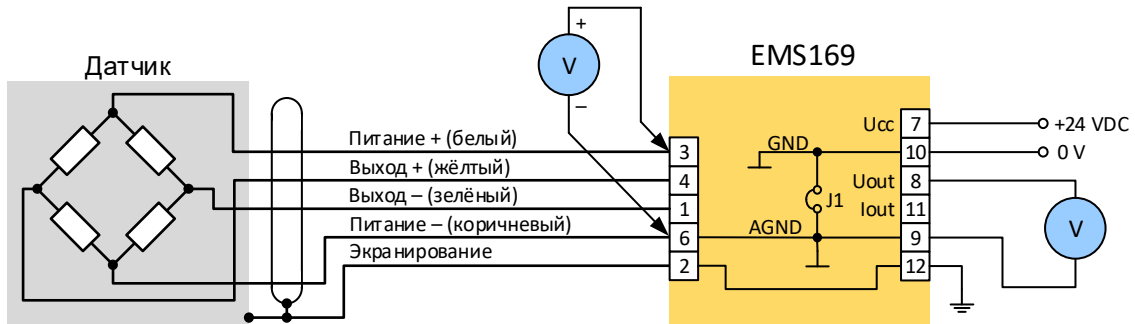

Рис. 9. Измерение питательного напряжения датчика
4. Контроль питания датчика 2 (при нагрузке). Если питание датчика, измеряемое по предыдущему пункту, было в порядке, то надо его измерить и с присоединённым датчиком. Может случиться, что ошибка проявится при нагрузке. Датчик надо присоединить по рис. 9 и снова измерить напряжение на клеммах 3 и 6. Напряжение не должно измениться, т.е. должно бы остаться первоначальное значение + 7,0 в \pm 5 мв. Если значение изменится (понижится), то ошибка в питательной части преобразователя или может быть испорчен датчик – имеет короткое замыкание. В таком случае надо измерить сопротивление датчика по описанию в следующем шаге.